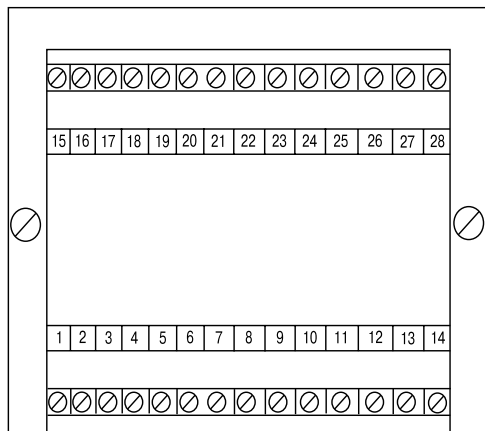

Рис. 2
3.1.3. На задней части корпуса находятся две клеммных колодки (рис. 2). Схема подключения, а также назначение контактов приведены в прил. Б, рис. Б.1, табл. Б.4.